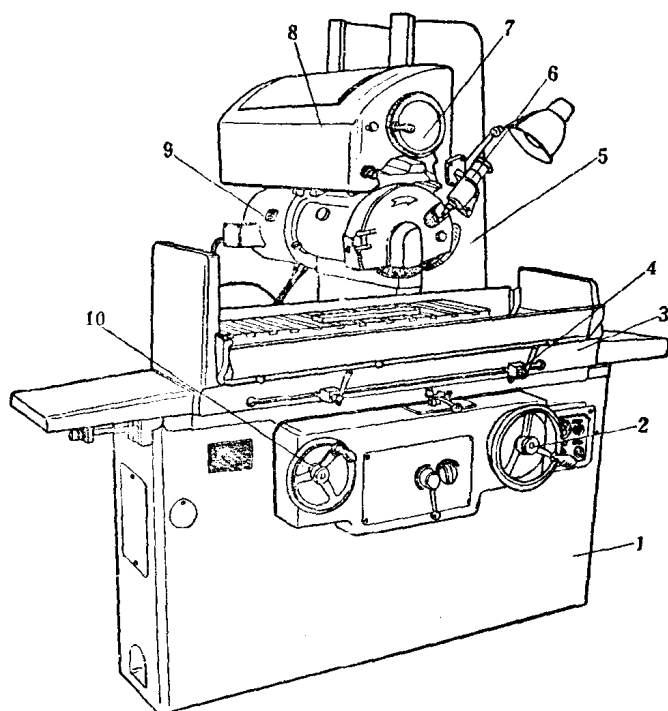

图1-6 M7120A型平面磨床
3. M7120 A 型平面磨床 M7120 A 型平面磨床是一种卧轴矩台平面磨床, 用砂轮的圆周面磨削平面。它由床身 1、工作台 3、立柱 5、磨头 9 和砂轮修整器 6 等部件组成 (图 1-6)。